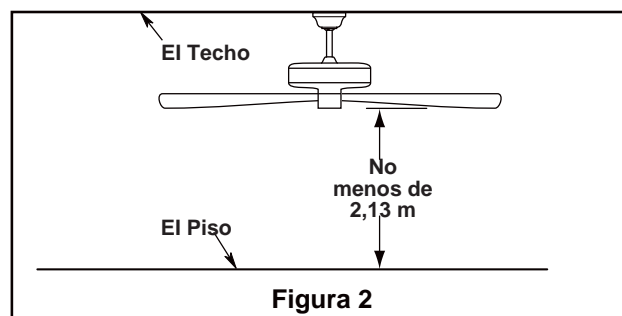

Figura 2
Uso de perfil profundo (Figura 2)
2. Retire el clip de horquilla y pasador de horquilla de la parte inferior de la bola para colgar. Retener el pasador y clip para la reinstalación en el paso 5. (Figura 2)
Debe colgar el ventilador a una distancia mínima de 2,13 m desde las aspas hasta el piso. (Figura 2)
1. Conecte el conductor verde con conexión a tierra de la bola para colgar y el conductor verde con conexión a tierra de la abrazadera para colgar al conductor de suministro con conexión a tierra (posiblemente un conductor desnudo o un cable con aislante verde). Conecte los cables a los conectores provistos de forma segura. Conecte el conductor blanco del motor del ventilador al conductor blanco (neutro) mediante el conector provisto de forma segura. Conecte el conductor negro del motor del ventilador y el conector azul al conducto negro mediante el conector provisto de forma segura. (Figura 2)
2. Coloque y ajuste firmemente la cubierta para el tornillo de la base sobre los tornillos de reborde de la abrazadera para colgar mediante el mecanismo de seguro por giro del chavetero. (Figura 2)
2. Instale el ensamblaje de la placa de iluminación en el soporte utilizando las dos ranuras principales de conexión. Vuelva a colocar el tercer tornillo y asegure los tres tronillos. (Figura 2)
2. Restaure la fuente de alimentación de la toma de corriente enciendo la electricidad del fusible principal. (Figura 2)